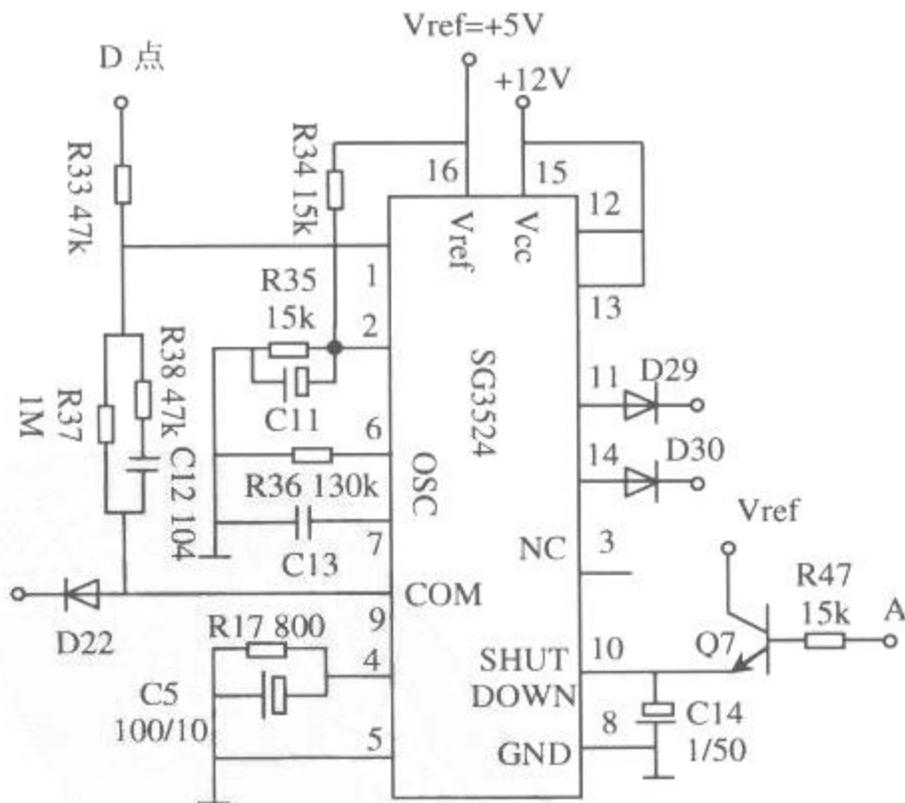
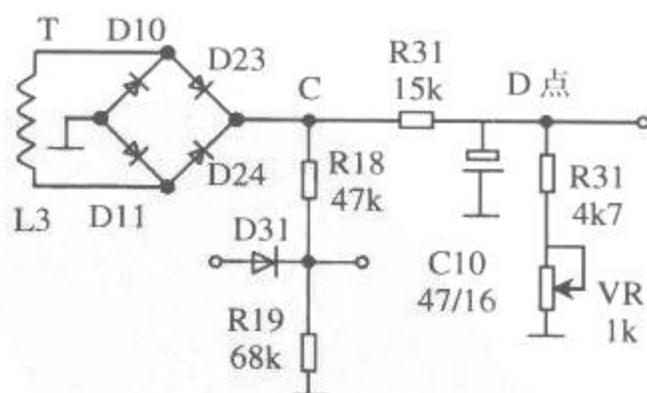
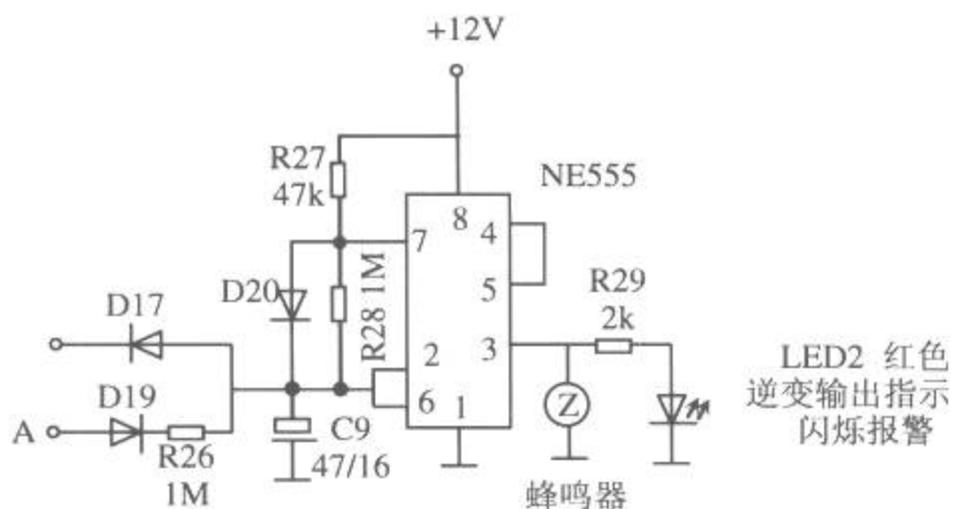

图 5-20 SG3524 在 HENDEN UPS 中的应用电路
图 5-21 逆变输出检测电路
图 5-25 蜂鸣报警电路
SG3524 在 HENDEN H500 型 UPS 中的应用电路如图 5-20 所示。
① 逆变输出检测电路由变压器 T 的 L3 绕组（又称为取样绕组）、整流桥 D23、D24、D10、D11 等组成，如图 5-21 所示。
下面我们以 NE555 在 UPS 中构成多谐振荡器的用法对工作状态指示及报警电路的工作过程作简要分析。利用 NE555 构成多谐振荡器的电路如图 5-25 所示。
当输入交流电压过高时，经 D1、D2、D34、D35 桥式整流得到取样电压 B2（参看图 5-10），经电阻 R11、R12、R46 串联分压后被送到 IC2 LM324-2 脚，与 IC2 LM324-3 脚参考电压比较。如果输入电压过高（IC2 LM324-2 脚电压高于 IC2 LM324-3 脚），会使 IC2 LM324-1 脚输出低电压，通过 D5 使 IC1 LM324-12 脚输入电压低于 IC1 LM324-13 脚电压，IC1 LM324-14 脚输出低电压（参看图 5-11）；经 D6 使 IC1 LM324-3 脚电压低于 IC1 LM324-3 脚基准电压，从 IC1 LM324-1 脚输出低电压；又通过 D32 使三极管 Q2 截止，继电器 J1 不能吸合，触点 0~2 断开（参考图 5-12），切断交流输入通路（参考图 5-13），从而起到输入电压过高时的保护作用。与此同时，通过 Q7 启动逆变电路（见图 5-20）；通过 D19 启动报警电路（见图 5-25）。
逆变输出过压保护通过稳压控制电路和过流保护电路来实现，参看图 5-20 及图 5-21。当逆变输出电压超过调压范围后，通过电阻 R33 使 SG3524 第 1 脚电压大于第 2 脚电压，使 SG3524 输出脉冲宽度为 0，也就是不输出逆变驱动脉冲，停止逆变工作。此时，逆变输出变压器 L2 绕组将不再有感应电压，于是启动过流保护电路工作，从而达到保护目的。